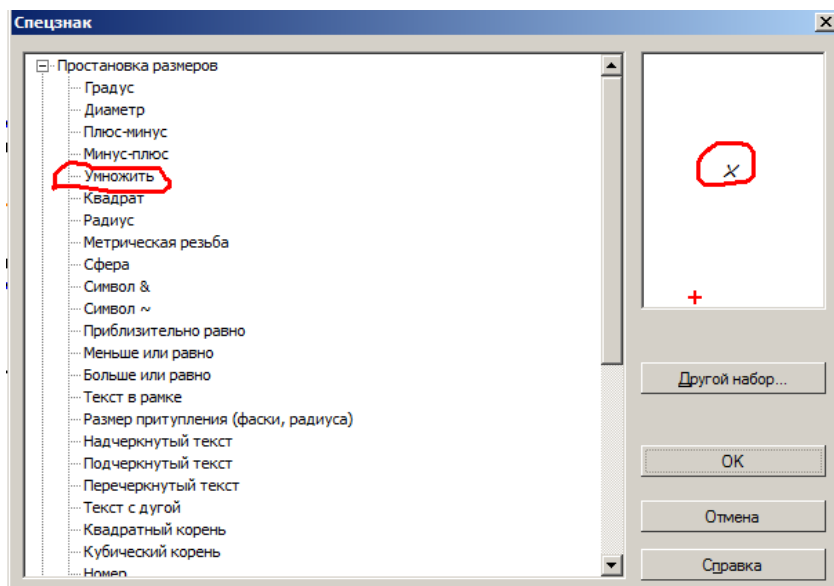

Рис. 35. Диалоговое окно выбора знаков
- выберите щелчком мыши строку **Вставить спецзнак...** Откроется диалоговое окно **Спецзнак** (рис. 35);